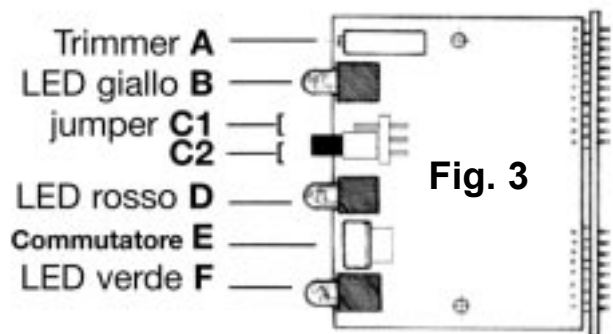
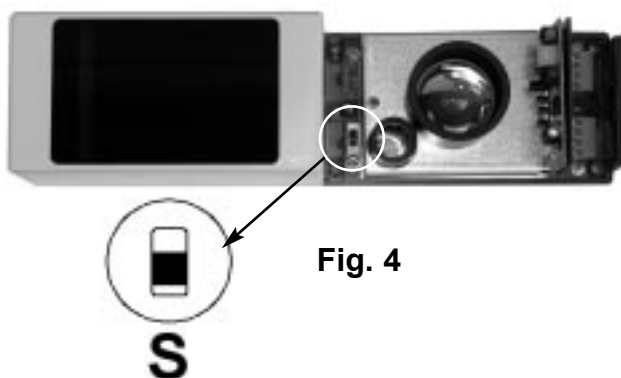

Fig. 3
Fig. 4
tronica disposta perpendicolarmente alla scheda madre, sul bordo superiore della quale sono disposti i particolari mostrati in Fig. 3.
Sullo stampato, in posizione visibile, è collocato un selettore a due posizioni "S". Questo selettore ha la funzione di istruire il rilevatore sulla potenza grossolana di proiezione dell'infrarosso da fornire all'ottica trasmittente. Il selettore in posizione "1-25" fornisce potenza per distanze tra TRX e K fino a 25 m; in posizione "26-40" da 26 m a 40 m (Fig. 4). Il relè d'incendio è normalmente diseccitato e questa condizione non può essere variata. La posizione del jumper in C1 comporta la condizione del relè di guasto normalmente eccitato. La posizione C2 produce la condizione di relè normalmente diseccitato. Il jumper in C1 realizza la condizione voluta dalla norma Europea prEN54/12 di futura introduzione.
Il trimmer A (Fig. 3) gestirà quindi una taratura "fine" dell'intensità dell'infrarosso emessa dal trasmettitore dopo che si è scelta la selezione grossolana sul selettore "S" (Fig. 4).
1. Va saputo che il led giallo "B" indicato in Fig. 3 può assumere tre stati: **lampeggiante** (due volte al secondo ca.) - **acceso fisso** - **spento**. Questi tre stati sono legati alla funzione di GUASTO del rilevatore in uscita verso la centrale e che avviene attraverso l'attivazione o disattivazione del relè di guasto a bordo del rilevatore.
3. Va saputo che il led rosso "D" indicato in Fig. 3 è legato al relè di allarme incendio e che tale relè è diverso dal relè di guasto di cui al punto 1. Inoltre quando il rilevatore è in incendio, il led rosso "D" si accende alternativamente con il led verde "F" che indica il normale funzionamento.
- B. Se non eseguito in precedenza, operare la scelta del posizionamento del selettore "S" (Fig. 4) in relazione alla distanza: fino a 25 m "1-25"; oltre i 25 m fino ai 40 m "26-40" (Fig. 4). Ruotare il trimmer "A" (Fig. 3) 18 giri in senso orario. **NOTA: Il trimmer non disponendo di un fine corsa può subire danneggiamenti se il cursore viene attivato con un cacciavite inadatto o se si imprimono molti giri oltre il fine corsa.** Eseguita l'operazione scostarsi dal fronte del rilevatore ed osservare lo stato del led "B". La condizione desiderabile a questo punto dovrebbe essere quella
- C. Se quindi il led giallo permane lampeggiante, agire sul trimmer "A" Fig. 3 imprimendo in senso antiorario un numero di giri sufficienti a conseguire la condizione di led spento. Se il numero di giri da imprimere per conseguire la condizione di led giallo spento è > di 12 , riposizionare risolutamente altrove il rilevatore, altrimenti proseguire la procedura con il punto seguente.
- H. Ottenuta la condizione "F" sull'unità TRX , rotare lentamente in senso antiorario il trimmer "A" (fig. 3) fino a che il led giallo da lampeggiante non si spegne stabilmente. Successivamente si consiglia di esercitare sul trimmer un mezzo giro in senso orario per compensare l'assorbimento che in seguito verrà provocato dall'inserimento del cofano che infatti va inserito a completamento della procedura.